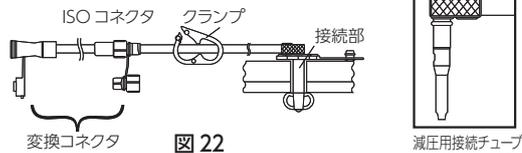

図 22
- ボタンのキャップを外し、接続部に減圧用接続チューブのコネクタを接続する。市販の変換コネクタの添付文書に従って、変換コネクタを接続する。（図22）